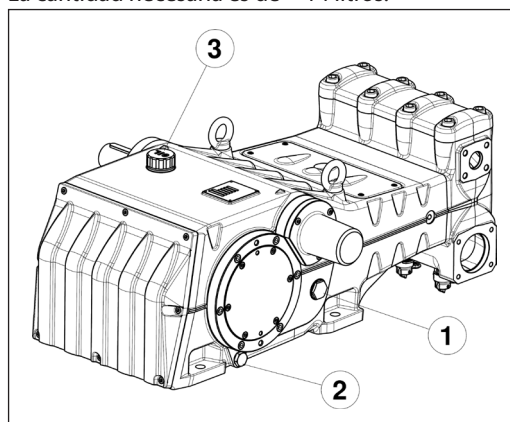

Fig. 3
Controlar el nivel de aceite en los indicadores laterales ①, Fig. 3.
Si es necesario, repostar a través del tapón de aceite ③, Fig. 3. El control correcto del nivel de aceite se realiza con la bomba a temperatura ambiente, el cambio de aceite va realizado con la bomba a temperatura de funcionamiento retirando el tapón pos. ②, Fig. 3.